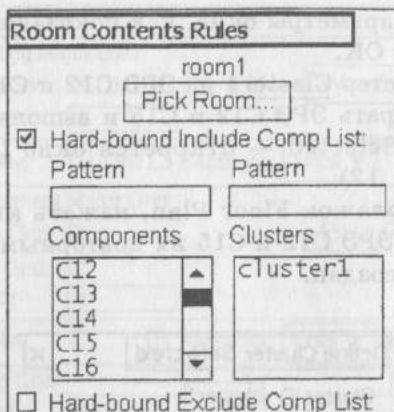

Рис. 1.13. Окно задания правил размещения элементов в комнате room1
- после Rules>Room>Contents — откроется окно задания правил размещения ЭРЭ по комнатам, левая верхняя часть которого показана на рис. 1.13;